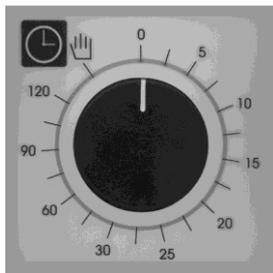

Fig. 1
**Programación del tiempo de cocción** - El horno se pone en funcionamiento girando la mando del programador (Fig. 1) hacia el símbolo 🕒 (funcionamiento continuo) o en correspondencia del tiempo escogido para la cocción (hasta 120 minutos); en el segundo caso, el horno se apaga automáticamente cuando finaliza la cocción.